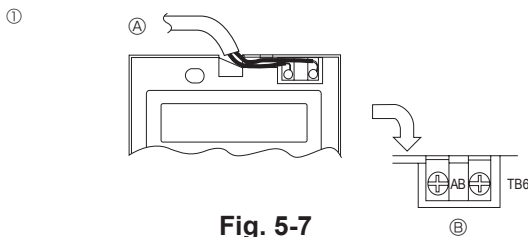

Fig. 5-7
- (C) Pared
- (D) Conducto
- (E) Tuerca de seguridad
- (F) Casquillo
- (G) Caja de interruptores
- (H) Cable del control remoto
- (I) Sellar con masilla.
- (J) Tornillo para madera
2) Procedimientos de conexión (Fig. 5-7)